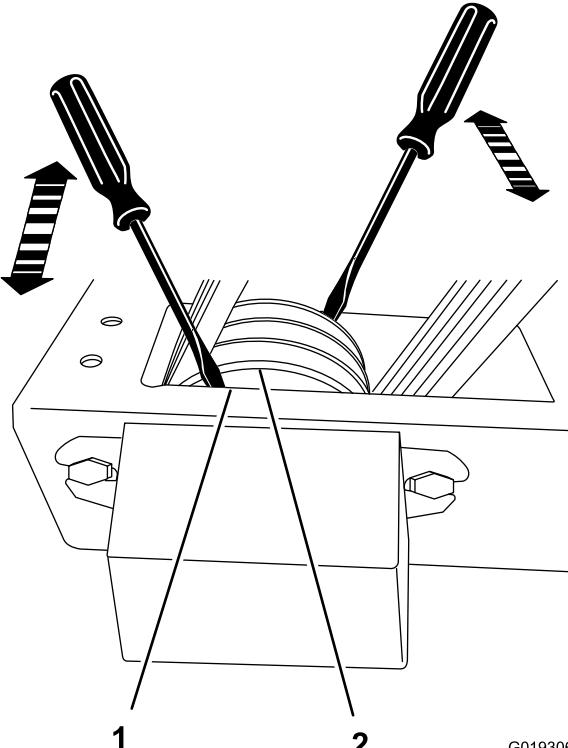

Figure 50
- B. Vérifiez que la poulie d' arbre est bien fixée sur l' arbre de lame en faisant levier avec un tournevis entre l' ouverture dans la base et les bouts de la poulie (Figure 50). Si la poulie est desserrée sur l' arbre de lame, alignez-la et fixez-la ; voir l' étape 3 dans Alignement des poulies (page 38).